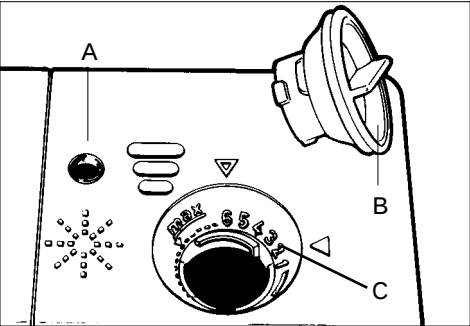

Abb. 5
- Öffnen Sie das Glanzmittelreservoir (siehe Abb. 5) an der Innenseite der Tür neben dem Spülmittelbehälter. Die Ausführung hängt vom Geschirrspülertyp ab: die Behälter funktionieren jedoch alle nach dem gleichen Prinzip.
- Überprüfen Sie ab und zu, ob noch genügend Klarspülmittel im Behälter ist. Der Wasserstands-messer (A) befindet sich links oben im Deckel.